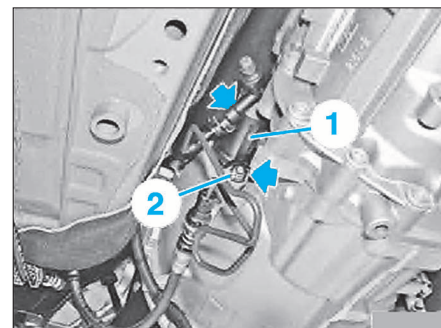

FIG. 23
- Défaire les écrous (flèches) et déposer le cylindre récepteur d'embrayage (1) avec le support (2) (Fig.23).